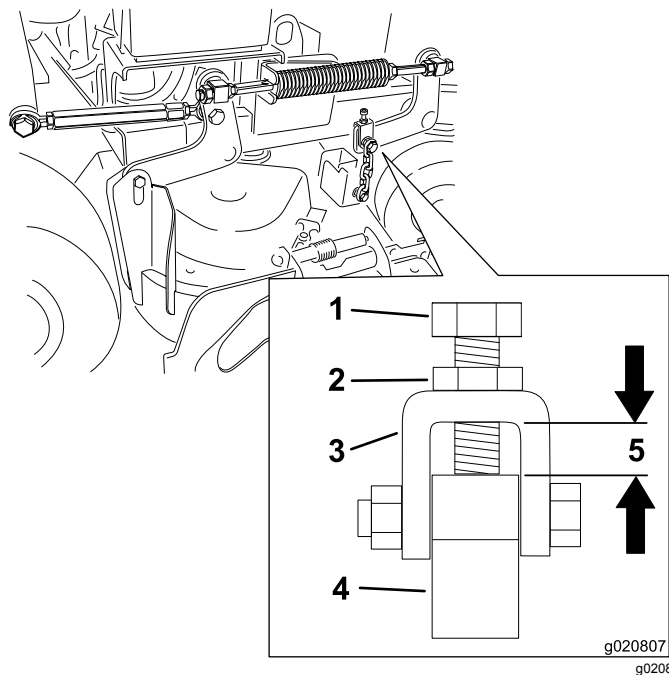

Figura 81
Nota: Esta distancia debe ser de 11 mm (7/16"), según se muestra en Figura 81.
7. Afloje la contratuerca y ajuste el perno de ajuste para obtener la distancia correcta, según se muestra en Figura 81.